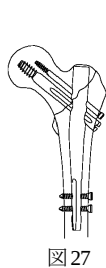

図27
- 25) ラグスクリュー用インサーターを取り外し、インプラントの状態を正面像及び軸射/側面像で確認し、縫合して手術を終了します。(図27)